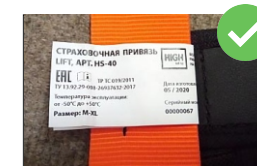

рис. 14
2. Проверьте маркировку на изделии. Она должна быть разборчивой и легко читаться (рис. 14);